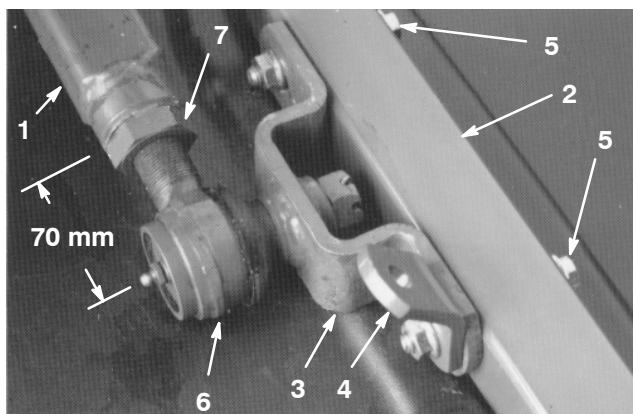

Figure 6
1. Retirez les 2 vis, rondelles plates et écrous à collerette fixant le support de rotule gauche et le support de chaîne au bras pivotant gauche (Fig. 6). Retirez le support de rotule et le support de chaîne.
2. Retirez la goupille fendue et l'écrou à créneaux fixant le support de rotule gauche au bras de poussée gauche sur le groupe de déplacement. Montez le support de rotule (retiré du bras pivotant) sur le bras de poussée avec l'écrou à créneaux et la goupille fendue retirés précédemment (Fig. 6).
3. Mesurez la distance entre l'extrémité du bras de poussée gauche et le centre de la rotule (graisseur) (Fig. 6). Elle doit être égale à 64 mm. Si elle ne l'est pas, desserrez l'écrou de blocage fixant la rotule au bras de poussée et tournez la rotule vers l'intérieur ou l'extérieur jusqu'à obtenir la distance correcte (Fig. 6). Ne serrez pas l'écrou de blocage à ce stade.